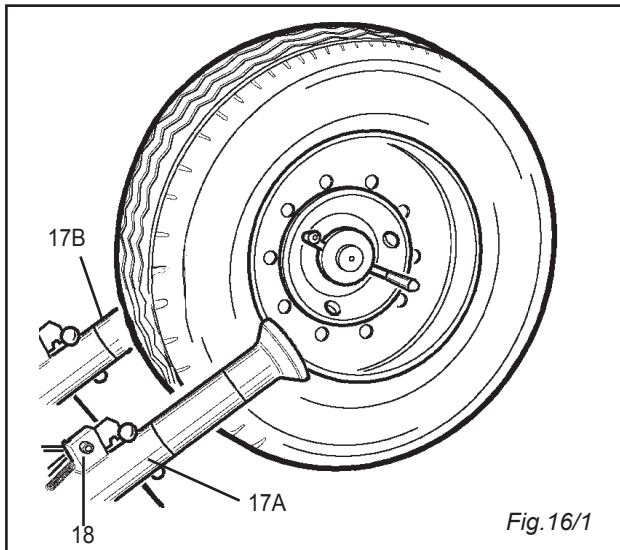

Fig. 16/1
2) Abbassare il braccio porta utensili (17A) in posizione di lavoro, fino a che si sarà agganciato con l'apposito cricchetto (18).
3) Abbassare anche il secondo braccio porta-utensili (17B) in posizione di lavoro, fino a che non si sarà agganciato con l'apposito cricchetto (18) (Fig. 16/1)
4) Agendo sulle leve (3) (4) fare in modo che il rullo di smontaggio del braccio dalla parte esterna (17A) si posizioni in prossimità del bordo del cerchione.(Fig. 16/1)
- 2) Set the tool-holder (17A) at work by lowering it until it gets hooked by the proper jack (18).
- 3) Set the second tool-holder (17B) at work too by lowering it until it gets hooked by the proper jack (18) (Fig. 16/1)
- 4) By means of levers (3) and (4) let the outside roller tool (17A) position itself close to the rim edge (fig.16/1)
- 2) Baisser le bras porte-outils (17A) en position de travail, jusqu'à ce qu'il se sera accroché au petit cric approprié (18)
- 3) Baisser aussi le deuxième bras porte-outils (17B) en position de travail, jusqu'à ce qu'il se sera accroché au petit cric approprié (18) (Fig. 16/1)
- 4) Actionner les leviers (3) (4) de sorte que le rouleau extérieur de démontage (17A) se positionne près du bord de la jante (fig. 16/1)
- 2) Werkzeugtragarm (17A) in Arbeitsstellung herunterlassen, bis er mit der bezüglichen Sperrklinke (18) festklemmt.
- 3) Zweiten Werkzeugtragarm (17B) auch in Arbeitsstellung herunterlassen, bis er mit der bezüglichen Sperrklinke (18) festklemmt (Abb.16/1).
- 4) Hebel (3) (4) betätigen, um äußeren Rollenwerkzeug (17A) an den Felgenreand zu rücken (Abb.16/1)